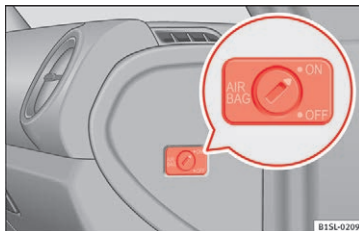

Fig. 75 I passagersiden: nøglekontakt til fra- og tilkobling af forsædepassagerens frontairbag
- Drej nøglekontakten til position **ON** **» »** **Fig. 75** med bilnøglen.